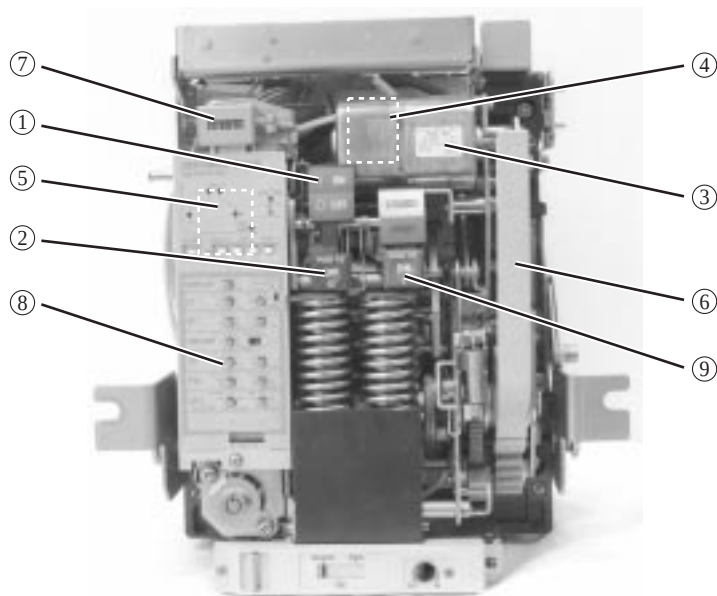
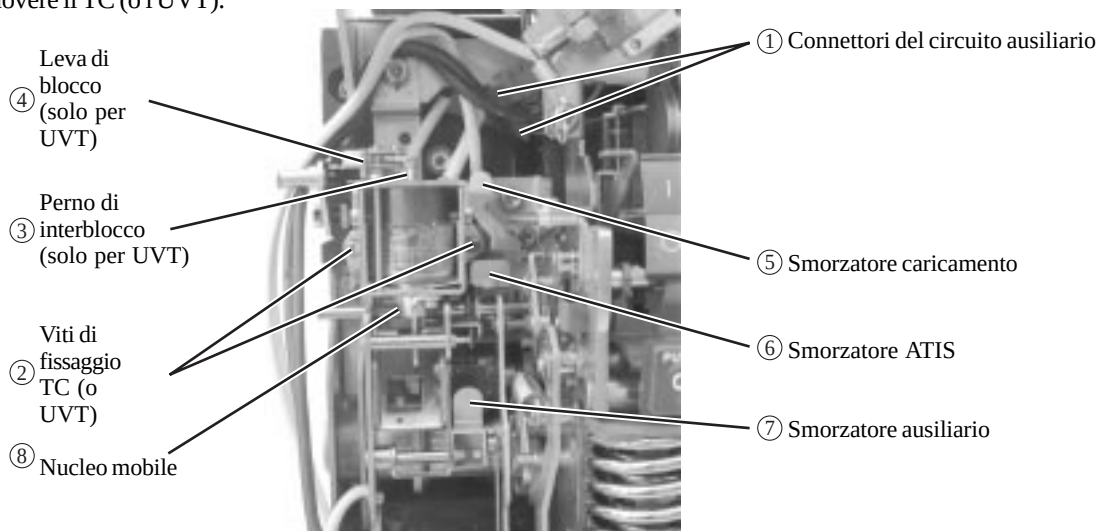

Fig. 22 Disposizione degli accessori interni
Fig. 26 Sostituzione di TC (o UVT)
- 4) Rimuovere il coperchio anteriore tirando verso il basso la leva carica molle (Fig. 22 ⑥).
- (1) Rimuovere il coperchio anteriore a 3-4cm di distanza dall'interruttore, spingere verso l'alto il nucleo mobile (Fig. 26 ⑧), visibile sul lato sinistro dell'interruttore) della bobina di minima tensione di circa 7mm con un cacciavite finché il magnete permanente trattiene il nucleo.
- (2) Con il coperchio anteriore premuto contro l'interruttore, effettuare un'operazione ON-OFF in modo che il segnalatore carica molle indichi “DISCHARGED”.
- (3) Rimuovere il coperchio anteriore tirando verso il basso la leva di caricamento molla (Fig. 22 ⑥).
- Non inserire dita o attrezzi tra il segnalatore ON-OFF (Fig. 22 ①) e il pulsante OFF (Fig. 22 ②). In caso contrario, le dita o attrezzi potrebbero rimanere schiacciati, provocando lesioni o danni.
4.1 Relè di apertura (TC), bobina di sgancio (SHT) e bobina di minima tensione (UVT)
Il punto ⑤ della Fig. 22 indica la posizione in cui si trova il relè di apertura (TC) o la bobina di minima tensione (UVT).
Rimuovere il connettore del circuito di controllo del TC (o i due connettori del circuito di controllo dell'UVT) (Fig. 26 ①), svitare le due viti di fissaggio del TC (o dell'UVT) (M4×8, con rondella piatta ed elastica) (Fig. 26 ②) e rimuovere il TC (o l'UVT).
ATTENZIONE	Durante l'installazione, assicurarsi che sia presente un collegamento corretto tra il TC (o UVT) e il meccanismo di sgancio, come illustrato in Fig. 26, e che gli smorzatori di caricamento, ATIS e ausiliari non siano deformati. Un collegamento sbagliato o una deformazione degli smorzatori potrebbe causare malfunzionamento.
- 1) Utilizzare un cacciavite a lama piatta per sollevare il nucleo mobile (Fig. 26 ⑧) dell'UVT di circa 7mm finché il magnete permanente trattiene il nucleo e il perno di interblocco è tenuto sollevato.